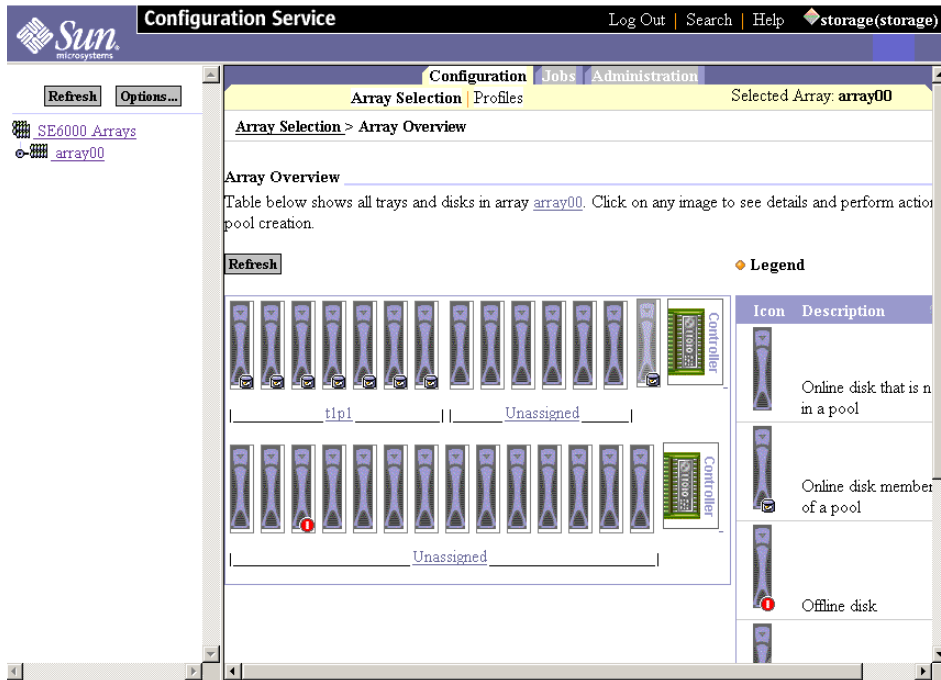

図 E-2 「アレイの概要」のグラフィックの表示
- 「アレイの概要」ウィンドウのアレイのグラフィック (図 E-2)